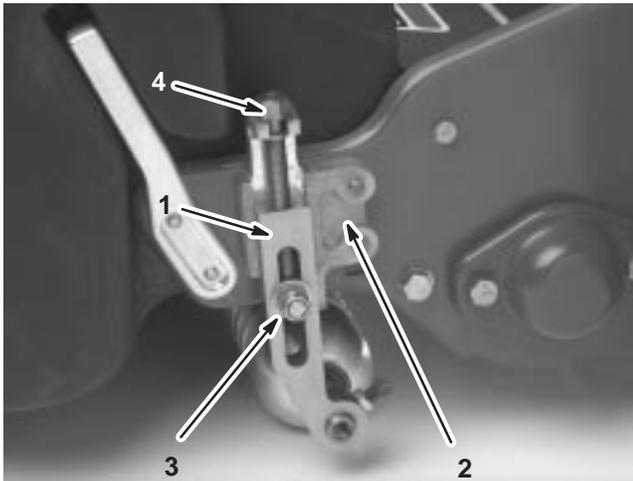

Bild 13
2. Lösen Sie die Sicherungsmuttern, die die Höhe der Schneidarme zur Höhe der Schneidbügel festlegen (Bild 13).